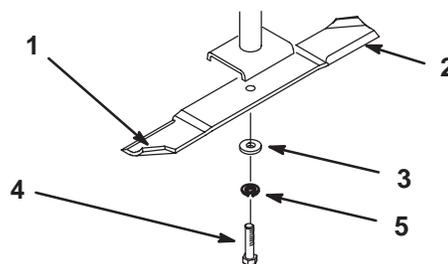
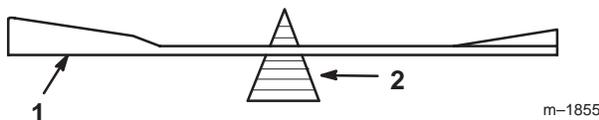

Bild 32
Bild 34
Halten Sie das Ende des Messers mit einem stark wattierten Handschuh oder wickeln Sie einen Lappen um es herum. Entfernen Sie die Messerschraube, Flachscheibe, Spreizscheibe und das Messer von der Spindelwelle (Bild 32).
- Überprüfen Sie die Auswuchtung des Schnittmessers auf einer Ausgleichmaschine (Bild 34). Wenn das Schnittmesser in seiner horizontalen Position bleibt, ist es ausgewuchtet und kann wiederverwendet werden. Feilen Sie, wenn das Schnittmesser nicht ausgewuchtet ist, vom Flügelbereich des Messers etwas Metall ab (Bild 32). Wiederholen Sie diesen Vorgang, bis das Messer ausgewuchtet ist.
- Bringen Sie das Messer auf der Spindelwelle an (Bild 32).
- Bringen Sie die Flach-, Sicherungsscheibe und die Messerschraube an (Bild 32). Ziehen Sie die Messerschraube mit 115 bis 150 Nm an.